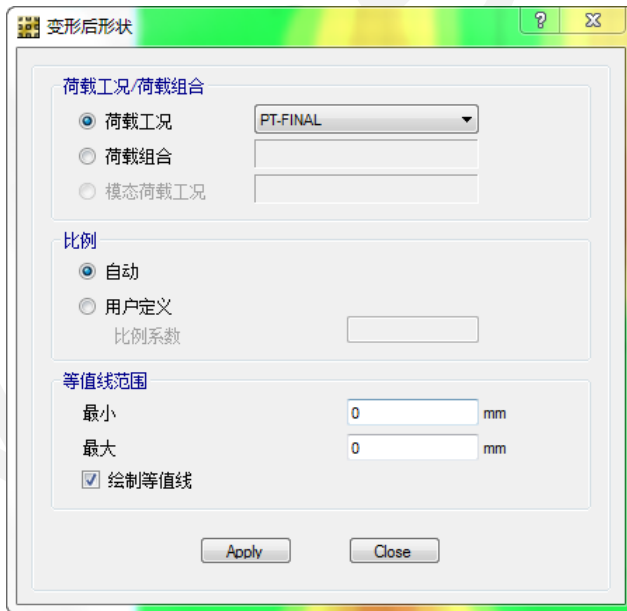

图38 变形形状对话框
- C. 点击命令**显示菜单 > 显示变形形状**打开变形形状对话框，如图 38 所示。